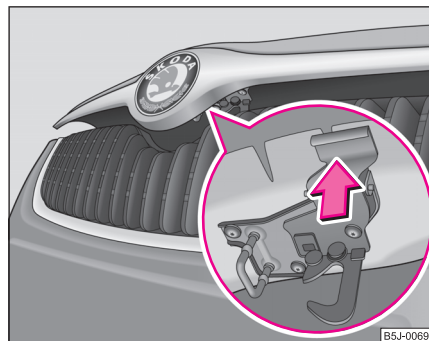

Abb. 154 Kühlergrill: Sicherung
- Drücken Sie die Sicherung ⇒ Seite 214, Abb. 154, die Motorraumklappe entriegelt sich.